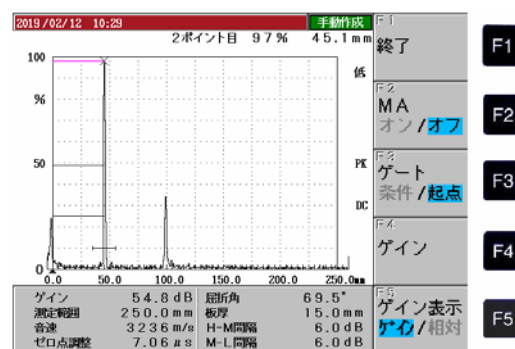

図 8 DAC モードの画面
⑨  キーを使用して 0.5S エコーにゲートを掛けるとエコーピークに×印が表示され、 確定 キーを押すと 0.5S までの区分線が描かれる。(図 8 参照)